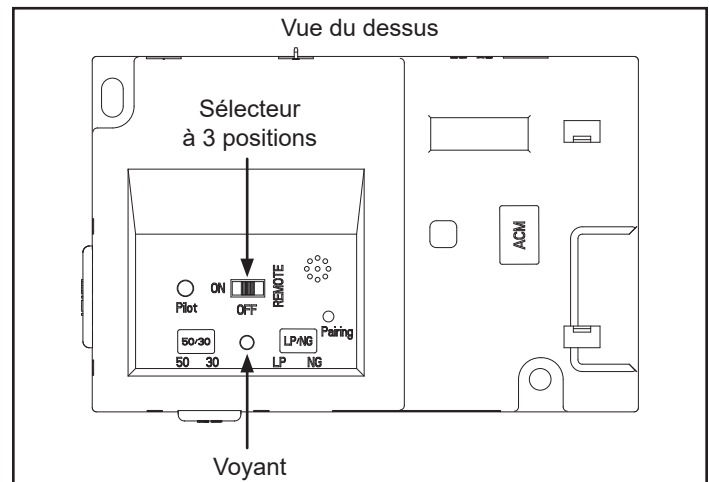

Figure 4.5 – Module IFT-ECM
Le système d'allumage de veilleuse intermittent IntelliFire™ possède un système de secours par piles qui lui permet de continuer à fonctionner durant une coupure de courant. Le système offre une transition transparente de l'alimentation c.a. de la maison aux piles secours. Un bloc-piles installé en usine se trouve dans le logement des commandes du foyer. Voir la figure 4.5. La longévité et la performance des piles seront affectées par une exposition à long terme aux températures de service de cet appareil.
1. Accédez au logement des commandes de l'appareil (figure 4.5). Vous devrez peut-être retirer la façade décorative.
1. Le module de commande électronique (IFT-ECM) possède un sélecteur ON/OFF/REMOTE à trois positions qui doit être placé dans la bonne position pour fonctionner correctement (figure 4.5). Lorsque vous changez la position du sélecteur, il est important de faire une pause à chaque position pendant 1 à 2 secondes.